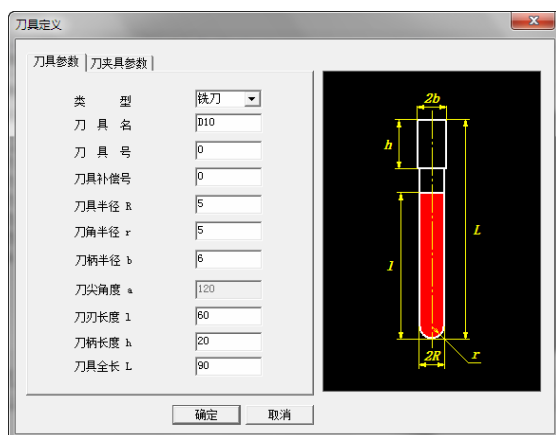

图 7-21 “刀具定义”对话框
(2) 增加刀具 单击“增加刀具”按钮可以对刀具参数进行编辑, 在每种加工方式的功能表中也可以进行刀具参数的设置和预览, 如图 7-21 所示。